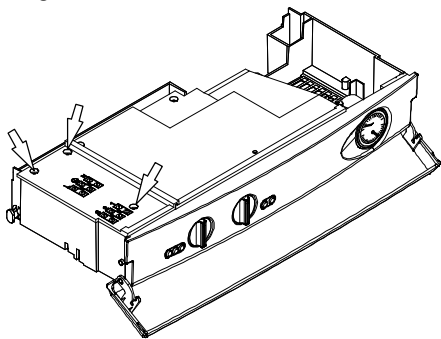

fig. 9.7
- 4 Aflojar los tornillos y retirar la tapa de la bornera fig. 9.7
- 1 Aflojar los tornillos y retirar la tapa de la bornera fig. 9.7